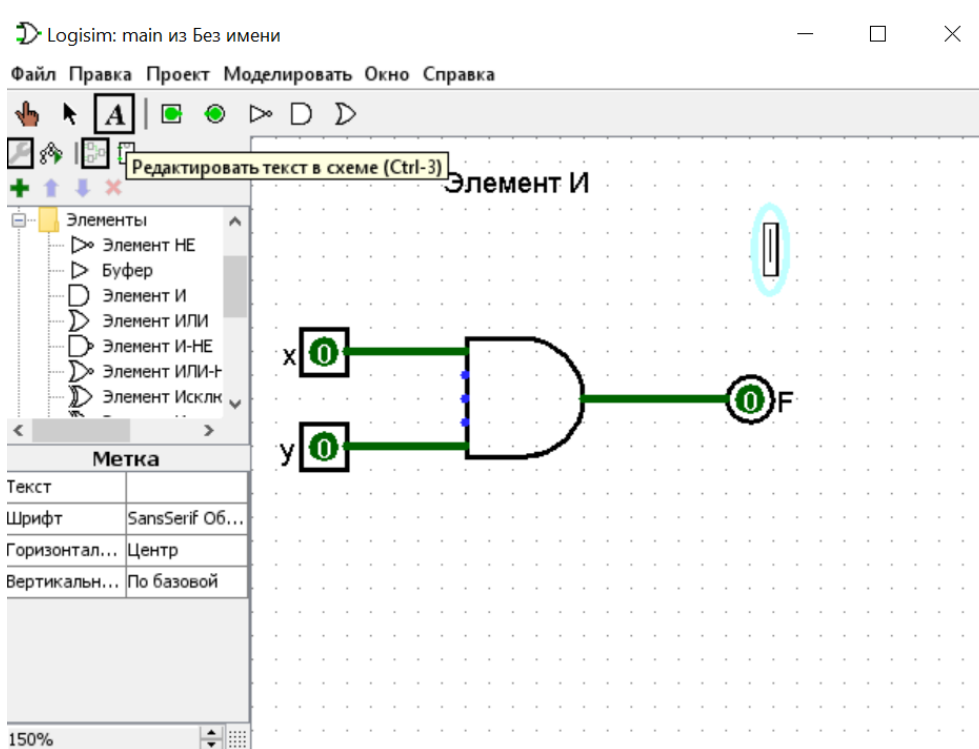

Рисунок 7 – Добавление текста на схему
Выберите Инструмент Текст (A). Вы можете нажать на входном контакте и начать ввод, чтобы назначить ему метку. (Лучше щёлкнуть непосредственно на входном контакте, чем там, где вы хотите, чтобы был текст, потому что тогда метка будет двигаться вместе с контактом.) Вы можете сделать то же самое для выходного контакта. Или вы можете просто щёлкнуть в любом другом месте и начать ввод, чтобы поставить метку где-нибудь ещё (Рисунок 7).